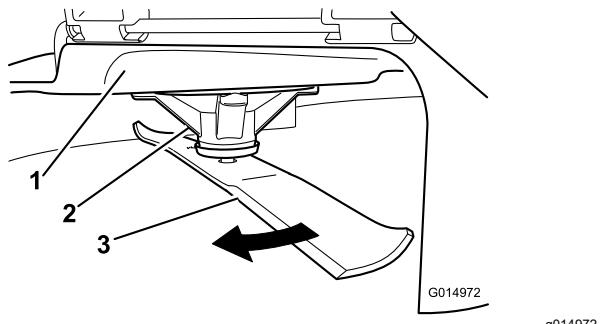

Figura 76
- Llevando guantes fuertemente acolchados u otro tipo de protección apropiada para las manos, gire lentamente la cuchilla hasta una posición que permita medir la distancia entre el filo de corte y la superficie nivelada en la que descansa la máquina (Figura 76).